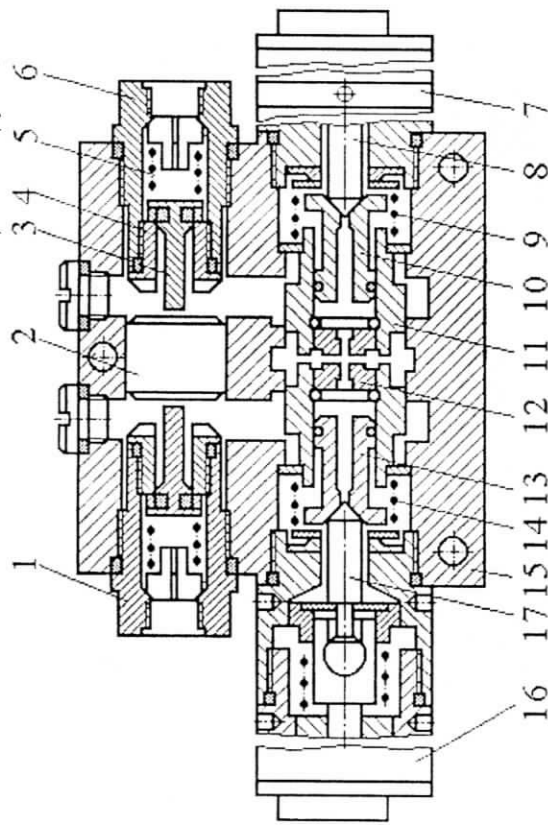

Рисунок 1.8 - Электрогидрораспределитель
При отсутствии напряжения на катушке электромагнита 7 (16) игла 8 (17) перекрывает отверстие седла 10 (13), запирая поток нагнетаемой. В нейтральном положении золотника, зафиксированного пружиной 9 (14), канавки золотника совмещены с магистральными каналами (рисунок 1.8).